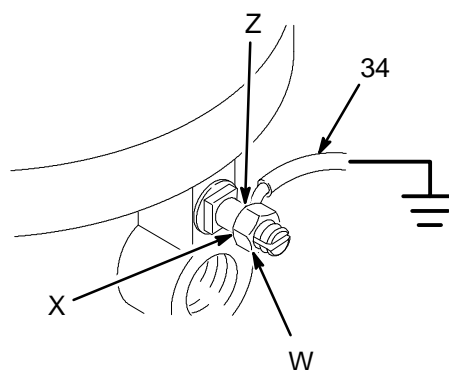

Fig. 1
1. *Pump:* använd medlevererad jordkabel och klämma. Se Fig. 1. Lossa låsmuttern på jordskruven (W) och brickan (X). Trä in ena änden av jordkabeln (34) i spåret i skruven (Z) och dra åt muttern ordentligt. Anslut andra änden av jordkabeln till en god jordpunkt.